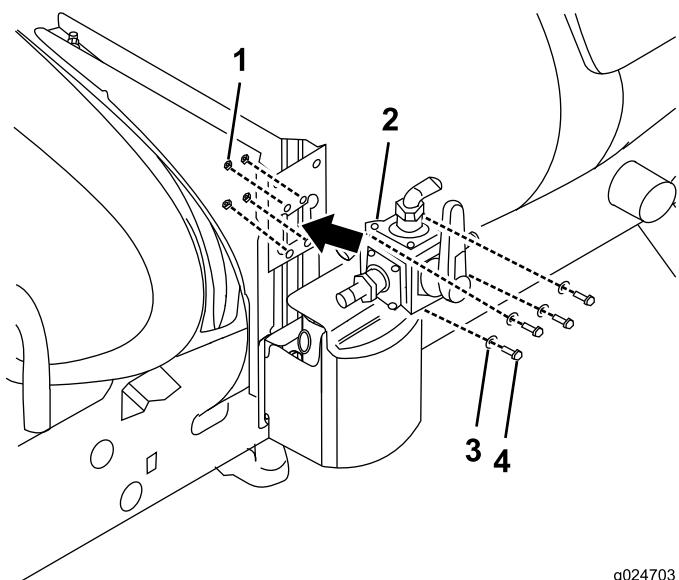

図 16
3. フォーウェイ(4叉)バルブをバルブマウント・アセンブリに取り付ける；ロックナット(6 mm; 4個)を使用する(図 16)。